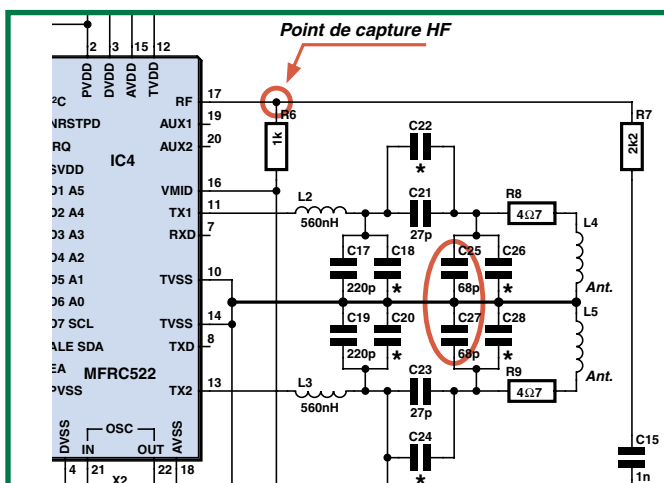

Figure 2. Vue des 2 condensateurs concernés et du point de capture pour une HF asymétrique.
Un examen de la partie concernée du schéma du lecteur RFID (cf. **figure 2**), la solution paraissait évidente, du moins c'est ce que je pensais ! Vos ouvrages d'études vous ont appris que si vous voulez faire résonner un circuit L/C parallèle à une fréquence plus élevée, il faut abaisser l'inductance (L) et/ou la capacité (C). Ne voulant pas modifier l'antenne gravée du circuit imprimé, je m'enquis des condensateurs C25 à C28. Je notais également que les composants dotés d'un astérisque C26 et C28 n'étaient pas présents. Malheureusement dans le cas présent d'une fréquence de résonance trop faible requérant une réduction de la capacité, de sorte que les positions C26 et C28 ne servaient à rien. Il semblait que le circuit d'antenne avait été conçu et testé en utilisant du matériau de circuit imprimé ayant des caractéristiques différentes de celle du matériau utilisé pour la production en série du lecteur RFID par la société assurant l'assemblage. Autrement dit, la valeur  $\epsilon_r$ , la constante diélectrique, n'avait pas suffisamment été tenue.